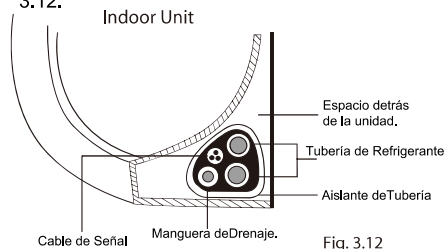

Fig. 3.12
- Reúna la manguera de drenaje, tubería de refrigerante y cable de señal conforme a Fig. 3.12.
- Ocupando la cinta aislante, envuelva el cable de señal, tubería de refrigerante, y manguera de drenaje firmemente juntos. Revise una vez más que los ítems están reunidos en conformidad con Fig. 3.12.